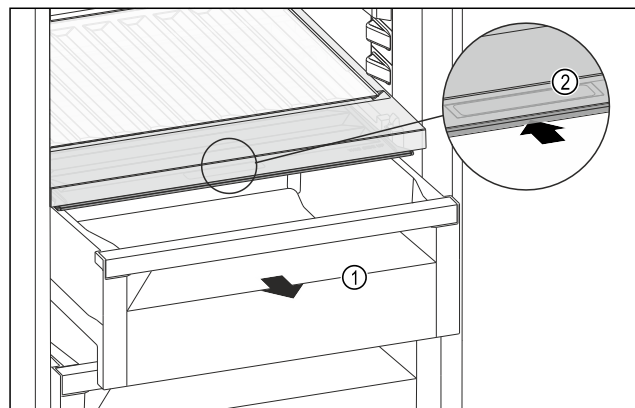

Fig. 123
- ▶ Извлеките выдвижной ящик Fig. 123 (1).
- ▶ Возьмитесь за утопленную ручку Fig. 123 (2) на крышке отделения и одновременно введите крышку отделения назад.